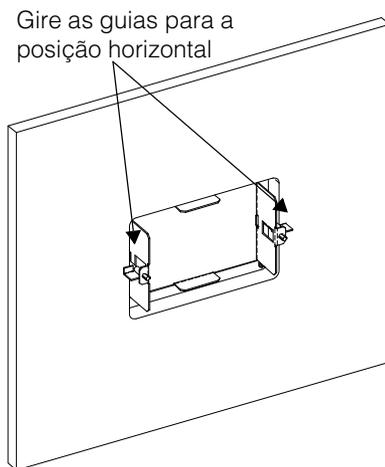

Figura 2-5 Prendendo a Placa de Montagem
4. Prenda a placa de montagem apertando os dois parafusos, para girar as guias na posição horizontal (consulte Figura 2-5) e puxe as guias firmes contra a superfície interior da parede. Tome cuidado para não apertar demais os parafusos e danificar a parede.